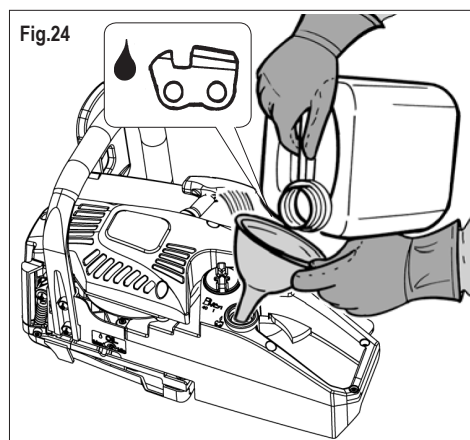

Fig.24
1) ¡ATENCIÓN! Abastecer la máquina solamente con aceite específico para la lubricación de cadenas de Motosierra (ver fig.24).